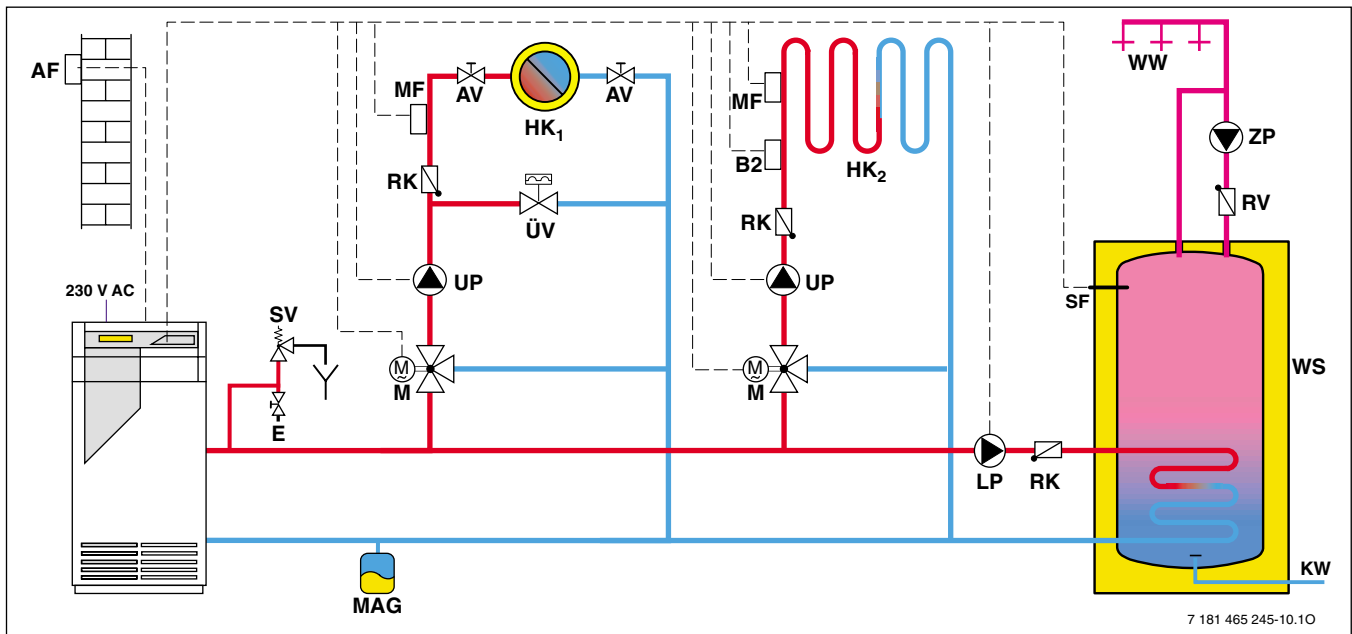

Bild 10
- Anlagen mit mehreren Heizkreisen und unterschiedlichen Temperaturniveaus plus abweichenden Heizzeiten (Bild 10)